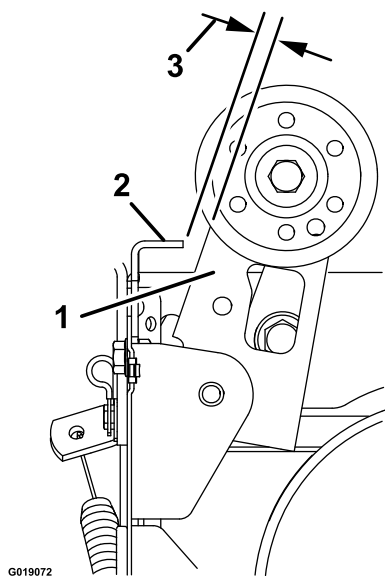

Figura 36
3. Ajuste el tensor hasta que el espacio entre el conjunto del embrague del cepillo y la pestaña sea de 3,2 mm (Figura 36).